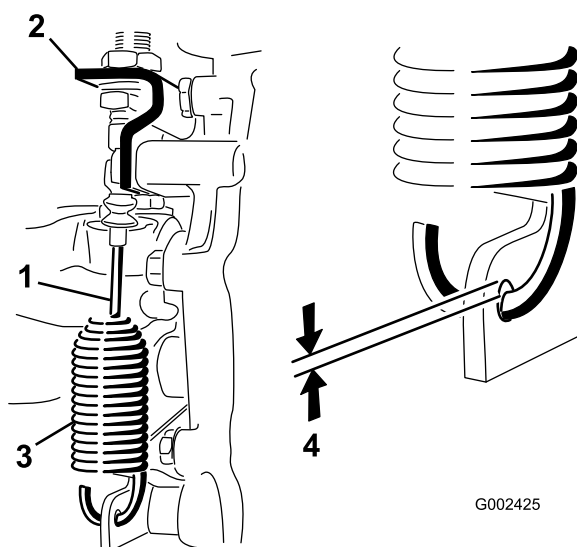

Figura 53
2. Afloje las contratuercas que sujetan el cable de bloqueo del diferencial al soporte del transeje (Figura 53).